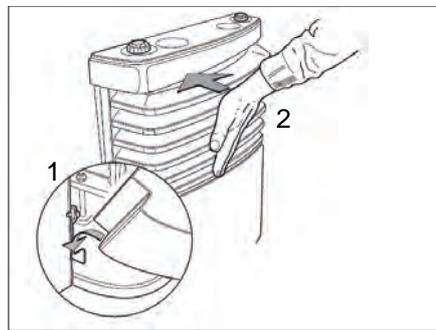

Bild 111 Heizungsverkleidung
- Heizungsverkleidung montieren. Dazu Verkleidung in die unteren Lager einhängen (Bild 111,1).
- Abdeckung einschwenken bis die Verriegelungshebel hörbar einrasten (Bild 111,2).